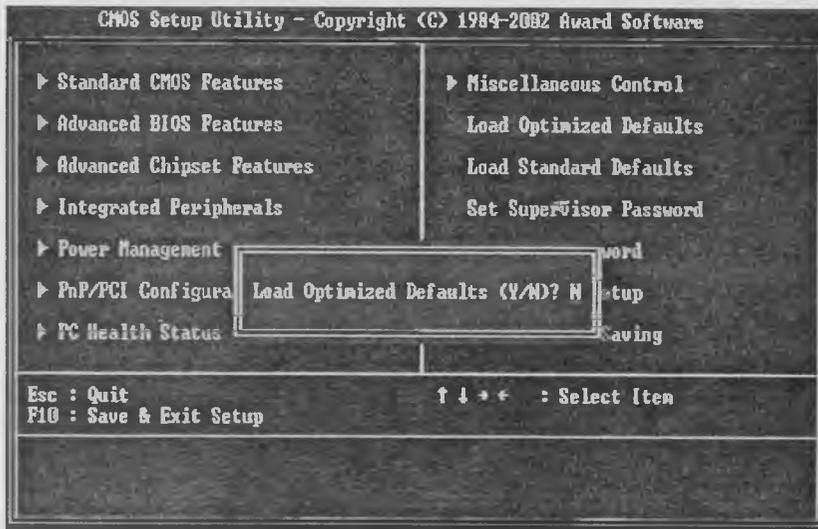

Рис. 4.3. При загрузке заводских параметров вам придется ответить на довольно простой вопрос
- <F6> — загрузка значений всех параметров (рис. 4.3), позволяющих добиться увеличения стабильности работы компьютера за счет отключения разнообразных режимов, которые обычно используются для увеличения производительности;